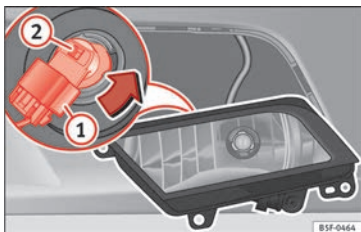

Fig. 216 Faro antiniebla.
- Extraiga el conector » **fig. 216 ①** de la lámpara.
- Gire el portalámparas » **fig. 216 ②** a la izquierda y tire.